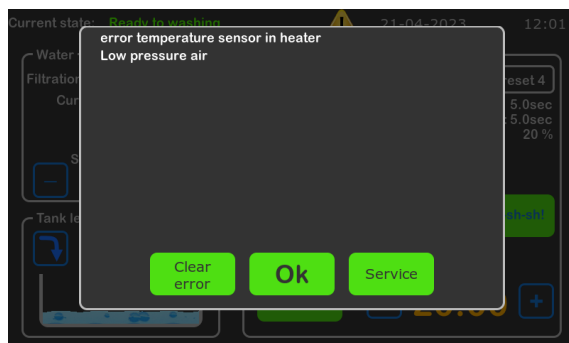

Рисунок 11
- 3 – Попереджувальний знак сповіщає про збій у роботі модуля. Натискання на знак показує помилки, які спричинили збій, див. рис. 11.
Інформаційне вікно (рис. 11) з переліком виявлених помилок. Після їх усунення необхідно стерти помилки кнопкою **"Clear error"**, після чого модуль може далі виконувати свою функцію. Також це вікно дає змогу зайти в сервісне меню.